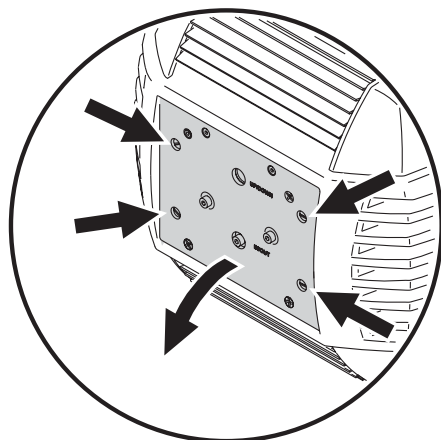

Bild 1: Lampenmodul
2. Lösen Sie die 4 mit Pfeilen markierten Schnellverschluss-Schrauben an der Rückseite des Kopfes. Ziehen Sie das Lampenmodul wie in Bild 1 gezeigt so weit wie möglich heraus und lassen Sie es in dieser Position.